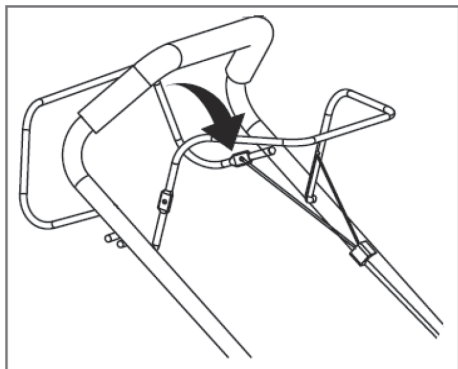

Рис. 20
- Для остановки двигателя отпустите рычаг остановки двигателя, двигатель автоматически остановится (рис. 20).